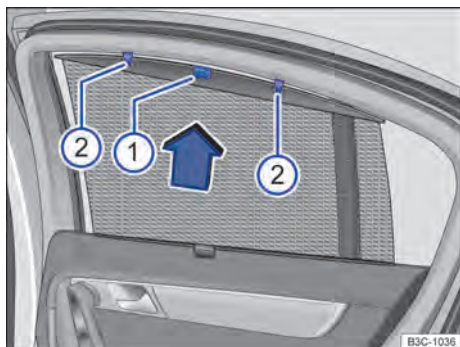

Fig. 99 No vidro traseiro direito: cortina de proteção solar.
- Puxar a cortina de proteção solar pela alça frontal $\Rightarrow$ Fig. 99 ① no sentido da seta, totalmente para cima.
- Prender a barra retentora com ambos os olhais nos respectivos suportes ②. Verificar se a cortina de proteção solar estendida está encaixada seguramente em ambos os suportes ②.
- Para desenrolar, desprender a cortina de proteção solar em cima e, com as mãos, conduzir para baixo $\Rightarrow$ ①.